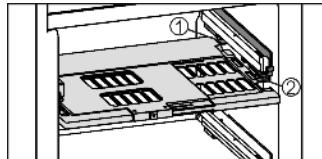

Fig. 8
- Установка пластины регулировки влажности: попреречные ребра крышки на пластине вставить через низ в задний держатель Fig. 8 (1) и защелкнуть спереди на держателе Fig. 8 (2).